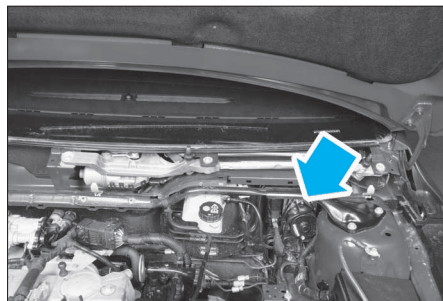

FIG. 2
- le renfort de support supérieur d'élément de suspension (Fig.2) puis reposer provisoirement les fixations supérieures de l'élément de suspension.